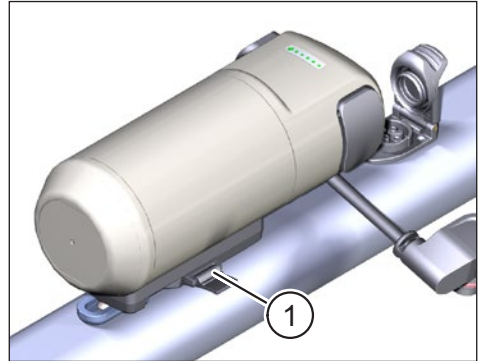

Abb. 6: FIDLOCK® System verriegelt
- ▶ Drücken Sie die Verriegelungslasche bis zum Anschlag hinein (siehe Pos. 1 in Abb. 6), um das Range Extender fest zu fixieren.